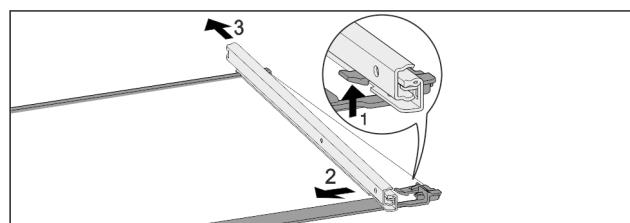

Fig. 52 Стеклянная пластина с направляющими
- Отожмите передний стопорный крючок вверх. Fig. 52 (1)
- Сдвиньте выдвижную направляющую в сторону Fig. 52 (2) и назад Fig. 52 (3).